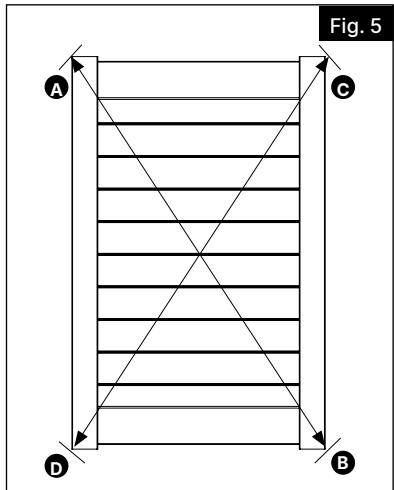

Fig. 5
S'assurer que la barrière est d'équerre. Mesurer en diagonale du haut de la traverse dans le coin gauche (A) au bas de la traverse dans le coin droit (B). Noter la longueur. Ensuite, mesurer en diagonale du haut de la traverse dans le coin droit (C) au bas de la traverse dans le coin gauche (D). Noter la longueur. S'assurer que les deux mesures sont identiques avant d'enfoncer les vis dans les montants (Fig. 5).